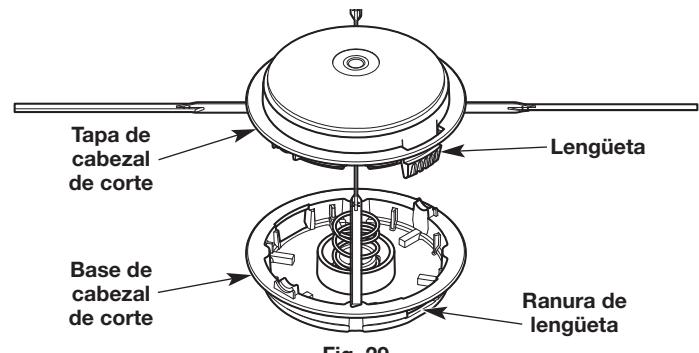

Fig. 29
1. Desconecte el tapón del cabezal de corte de la base del cabezal de corte: Presione con firmeza una lengüeta del tapón del cabezal de corte (Fig. 29). Use el pulgar. Si es necesario, utilice un destornillador de cabeza plana:
- c. Mientras sostiene el destornillador en el lugar, gírelo suavemente para desatrancar la lengüeta del panel de las ranuras (Fig. 29).
7. Alinee las lengüetas de la tapa del cabezal de corte con las ranuras de la base del cabezal de corte (Fig. 29). Empuje la tapa del cabezal de corte de la base del cabezal de corte hasta que las dos lengüetas queden insertadas a presión.